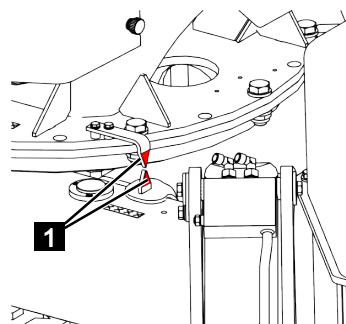

Fig. 119
8. Pivoter la plateforme vers la position de transport jusqu'à ce que les deux flèches (Fig.119/1) de l'indicateur de rotation coïncident.